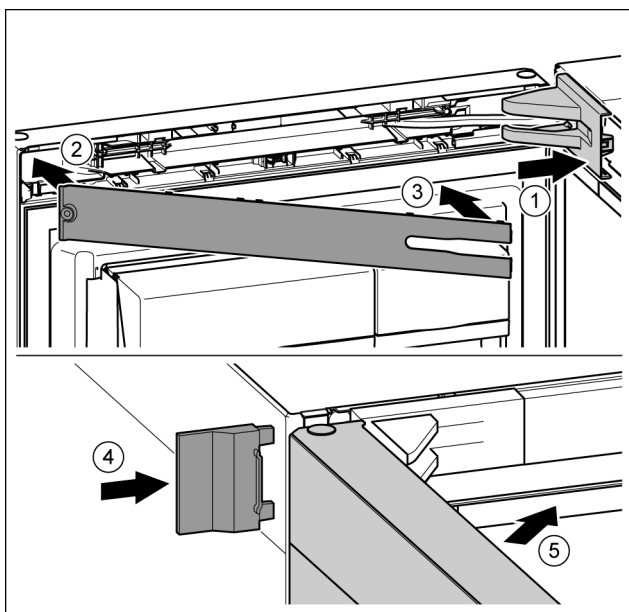

Fig. 43
- ▶ Поставете и фиксирайте капака на лагерната стойка, при нужда внимателно го натиснете настрани. Fig. 43 (1)
- ▶ Поставете капачката. Fig. 43 (2)
- ▶ Завъртете навътре капачката и я фиксирайте. Fig. 43 (3)
- ▶ Нахлузете външния капак. Fig. 43 (4)
- ▶ Затворете горната врата. Fig. 43 (5)